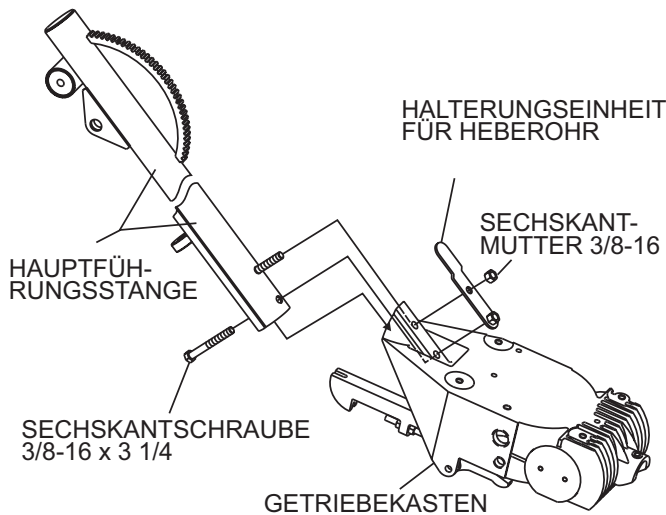

Abbildung 5. Einbau der Führungsstange
1. Die **Führungsstange** wie in Abbildung 5 abgebildet in den Getriebekasten einsetzen. Die Befestigungsteile sollten sich in der Verpackung des Glätters befinden.